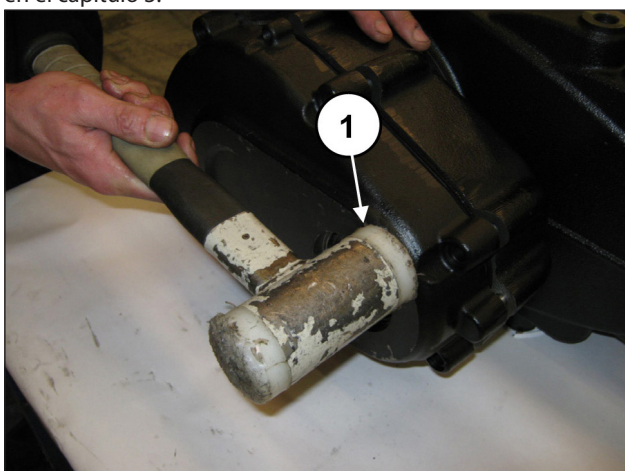
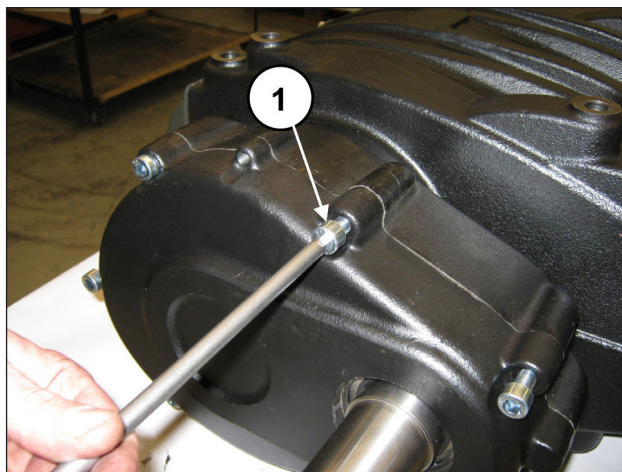

Fig. 87
Fig. 88
Montar la tapa del reductor con la herramienta de percusión (pos. ①, Fig. 87) y fijarla con los 7 tornillos M10x40 (pos. ①, Fig. 88).